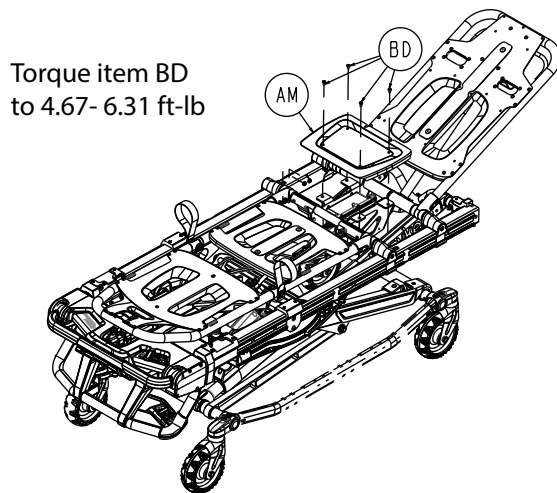

Figure 51 – Retirer les vis du revêtement du siège
5. À l'aide d'une clé Torx T25, retirer les quatre vis à roulement à tête cylindrique (BD) qui fixent le revêtement du siège (AM) à la civière (Figure 51). Retirer et conserver le revêtement du siège. Conserver les vis.